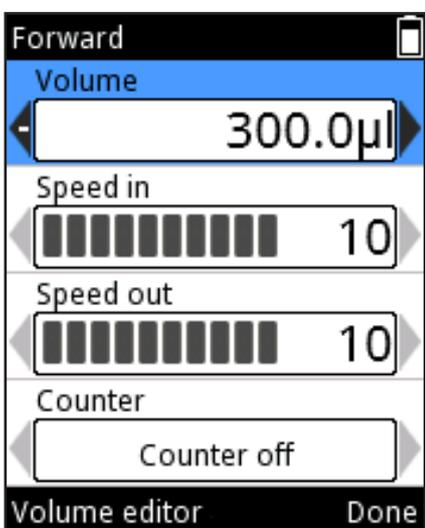

图 D5.
2. Volume (体积) 字段高亮（图 D5）。
2. Volume (体积) 字段高亮 (图 D5)。